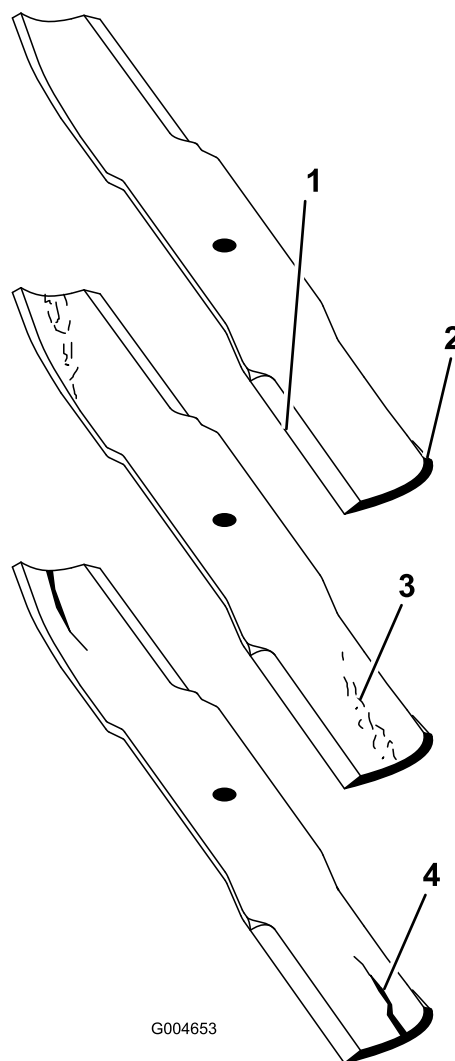

Figure 93
2. Examinez attentivement les tranchants de la lame, particulièrement au point de rencontre des parties plane et incurvée (Figure 93). Le sable et les matières abrasives peuvent éroder le métal à cet endroit, c'est pourquoi il est important de contrôler l'état de la lame avant d'utiliser la tondeuse. Remplacez la lame si elle vous semble usée (Figure 93).
Si la lame est trop usée, une entaille se forme entre la partie incurvée et la partie plane (Figure 93). La lame risque alors de se briser et un morceau peut alors être projeté du dessous de la machine, vous blessant gravement ou une personne à proximité.